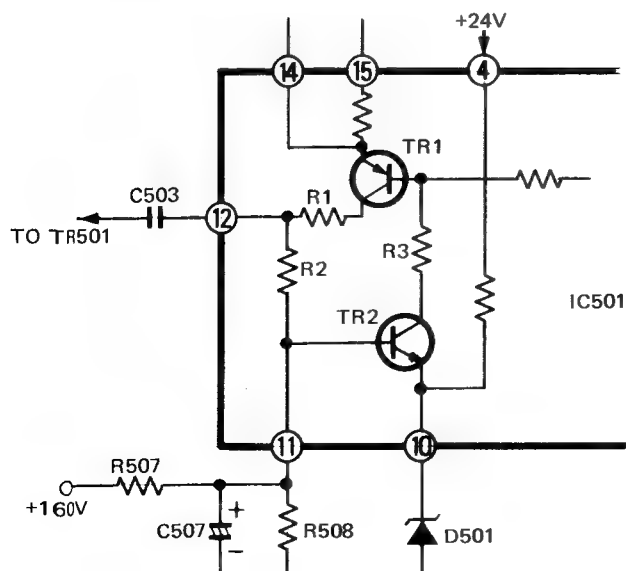

Fig. 49 Abb. 49
4. Horizontal Oscillator Disable Circuit (See Fig. 49)
4. Der Dämpfungskreis des Zeilenoszillators (siehe Bild 49)